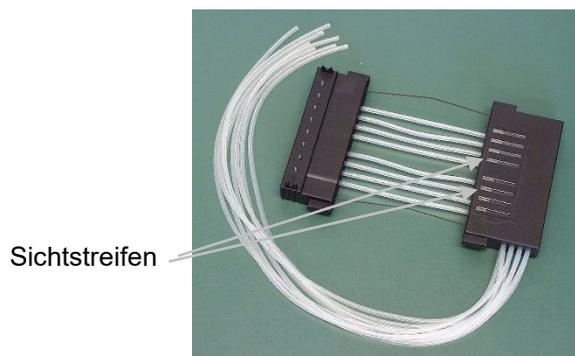
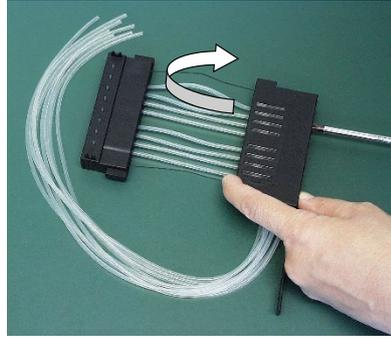

Abbildung 5-52. Dispensierkassette vor der Kalibrierung
Abbildung 5-53. Vorkalibrierung der Dispensierkassette
17. Drehen Sie die Dispensierkassette so, dass die acht Sichtstreifen sichtbar sind (Abbildung 5-52). Achten Sie auf die acht Sichtstreifen im Oberteil der Dispensierkassette. Sie werden feststellen, dass die Schläuche nicht vorkalibriert sind. Öffnen Sie zunächst die Abdeckung der Kalibrierschraube. Zur Vorkalibrierung der Dispensierkassette stellen Sie die Schlauchbefestigungen in den Sichtstreifen mit einem Sechskantschraubendreher (Abbildung 5-53) etwa auf die Mitte ein.